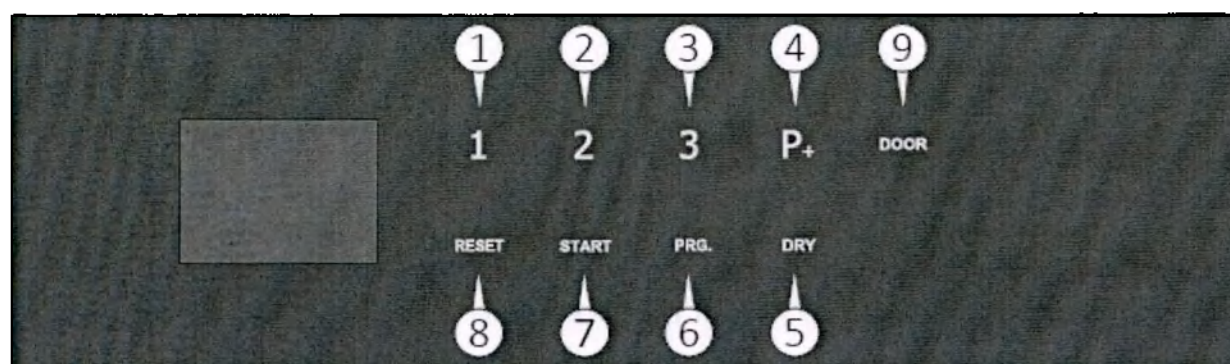

Рис. 15
Для достижения желаемого результата важно выбрать правильную программу, вместе с правильной загрузкой/конфигурацией. Чтобы выбрать доступные программы, используйте клавишу P1, P2, P3 или P+ (см. Рис. 15), в зависимости от наиболее подходящей для уровня загрязнения загрузки программы.
Чтобы выбрать доступные программы, используйте клавишу P1, P2, P3 или клавишу P+ на панели управления (Рис. 15).
Опционально: отключите этап сушки нажатием кнопки «Сушка» (5 Рис. 15).
Чтобы запустить программу, нажмите клавишу «START» (7 Рис. 15), дверца закроется автоматически.
Сообщение «Finish» («Конец») на зеленом фоне на дисплее указывает на успешное завершение программы. Откройте дверь оптическим датчиком (9 Рис. 15) на панели управления (в модели со сквозными дверцами откройте разгрузочную дверцу).
Описание панели управления (рис. 15):
На машине со сдвижными дверцами панель управления на стороне чистой зоне имеет только клавишу «RESET» (7 Рис. 15) и клавишу «START» (9 Рис. 15).
ВАЖНОЕ ПРИМЕЧАНИЕ! Если сушка (5 Рис. 15) отключена, светодиод кнопки погаснет. При повторном включении светодиод снова загорится.
- 2) После того, как тележка будет вставлена, появится экран выбора программы. Нажмите выбранную клавишу (P1 или P2 или P3 рис. 15) на панели управления. Для доступа к последующим программам (если они сохранены) несколько раз нажмите клавишу «P+». Для запуска программы нажмите «Start» (запуск).